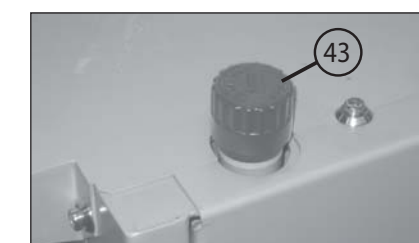

Fig. 19
**CONTROLO DO NÍVEL DE ÓLEO** (fig. 19):